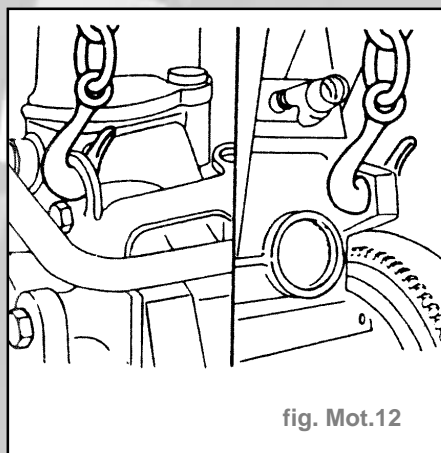

fig. Mot.12
- Disposition de l'anneau de levage à l'avant et à l'arrière (fig. Mot. 12).